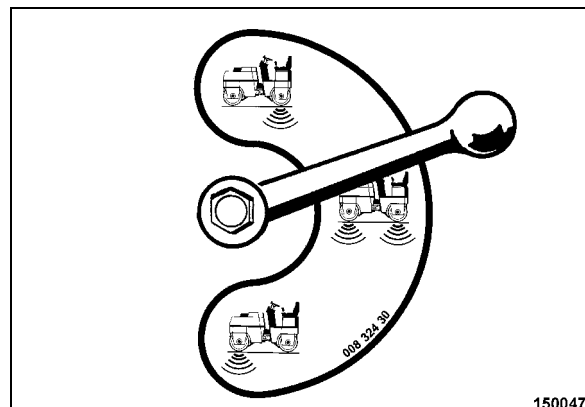

Fig. 56
- Con la valvola sferica di arresto (Fig. 56) pre-selezionare il tamburo o i tamburi desiderato/i.